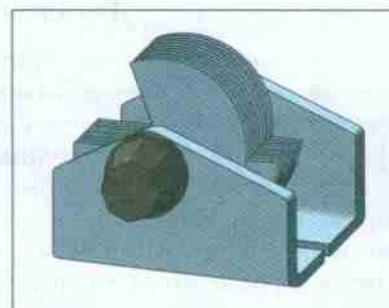

Рис. 15. Конденсатор переменной ёмкости
**Конденсаторы переменной ёмкости** имеют более сложную конструкцию по сравнению с постоянными. Они состоят из двух групп металлических пластин. Одна группа пластин неподвижна, она жёстко связана с корпусом конденсатора. Другая группа размещена на оси, при её вращении пластины входят в зазор между неподвижными пластинами (рис. 15). Происходит как бы взаимное перекрытие пластин. В мало-